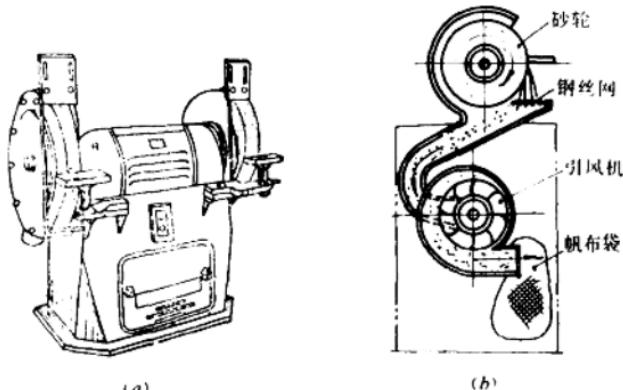

图 1-6 砂轮机
⑤螺母、丝杠及滑动表面应经常加润滑油，保证台虎钳使用灵活。
(3) 砂轮机 砂轮机是用来磨削各种刀具和工具的设备，如修磨钻头、錾子、刮刀、划规、划针和样冲等，有普通式和吸尘式两种，见图 1-6 所示。